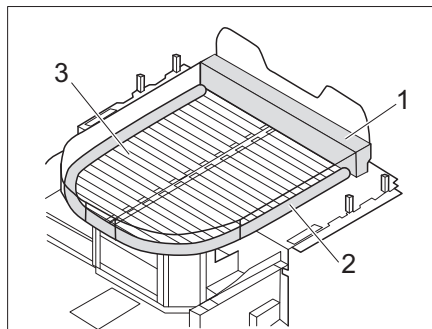

Fig. 175 Letto con prolunga del materasso (con materasso aggiuntivo e telaio portamaterasso)
- Collocare materassi aggiuntivi (Fig. 175,1 e 2) sulla testata e intorno al letto centrale.
- Estrarre il telaio portamaterasso (Fig. 175,3).